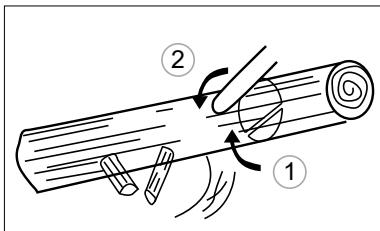

Рис. 21
2. В случаите, когато стволът опира до опората в единия край, първо направете срез отдолу до 1/3 от диаметъра на ствала, за да избегнете разцепване. След това завършете среза отгоре, така че да съвпада с първия разрез, като избягвате заклинване на шината (рис. 21).